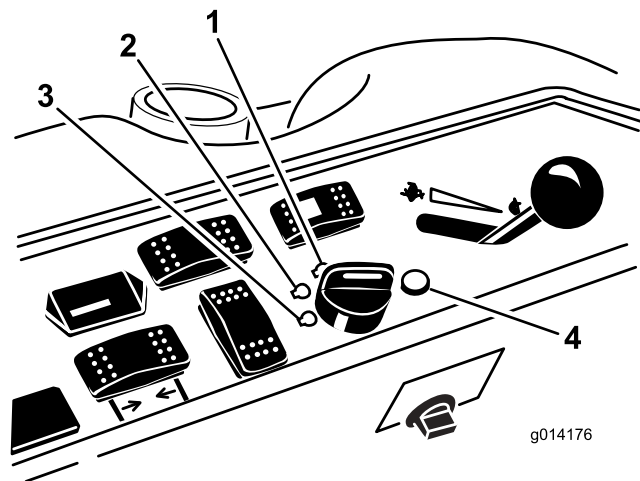

図 14
- キーを RUN 位置に回す(図 14)。
- キーを OFF 位置に回す (図 14)。すべての部分が完全に停止してから運転席を立つ。